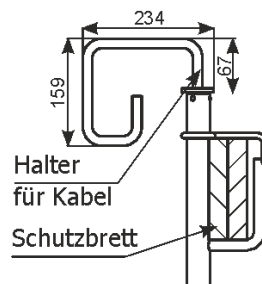

Abb. 69 Montage des Halters für Kabel
2.27 Montage des Halter für Kabel (Abb. 69)